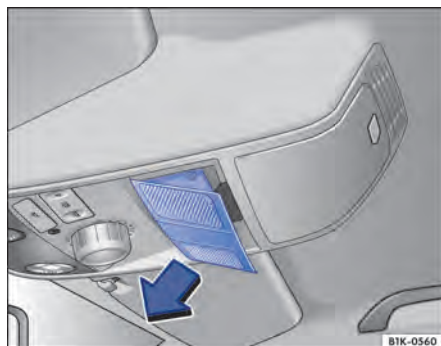

Fig. 225 No revestimento do teto: remover a cobertura.
- Remover a cobertura no sentido da seta ⇒ Fig. 225.